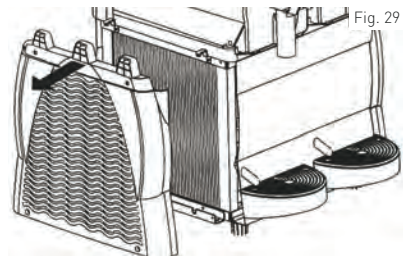

Fig. 29
- 3) Après avoir dévissé 4 vis, retirez le panneau de protection. (Voir : Fig. 29)